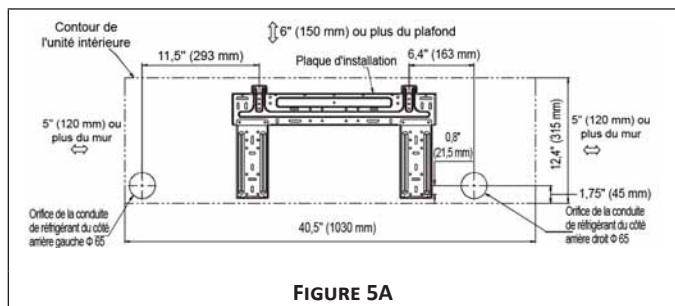

FIGURE 5A
4. Déterminez les positions des orifices en fonction du schéma des figures 5A, 5B et 5C. Percez un (1) orifice de 3 3/4 po. (φ 95 mm), incliné légèrement vers l'extérieur.